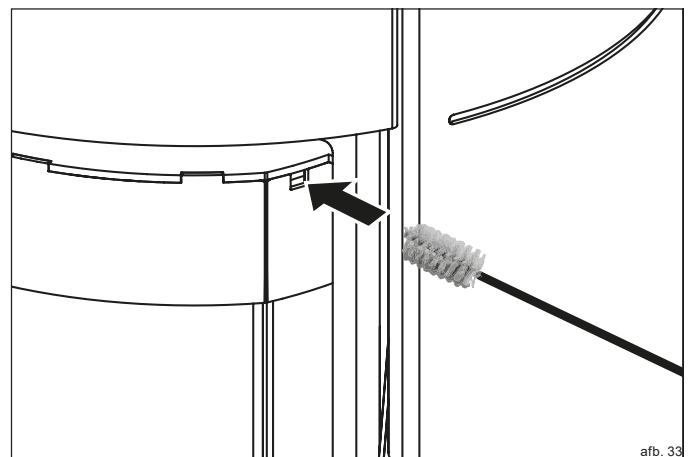

afb. 32
- ▶ Open het luikje op het rookkanaal (afb. 32).
- ▶ Veeg het roet naar achteren in de schoorsteen en naar beneden in de kachel (afb. 32).